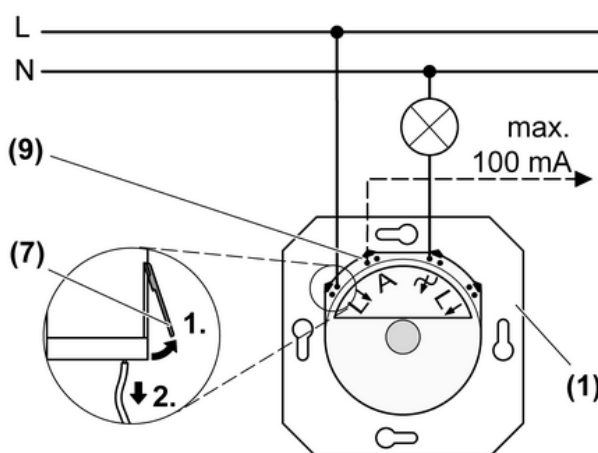

Рис. 2: Схема подключения
Подключите диммер (1) в соответствии со схемой (Рис. 2)